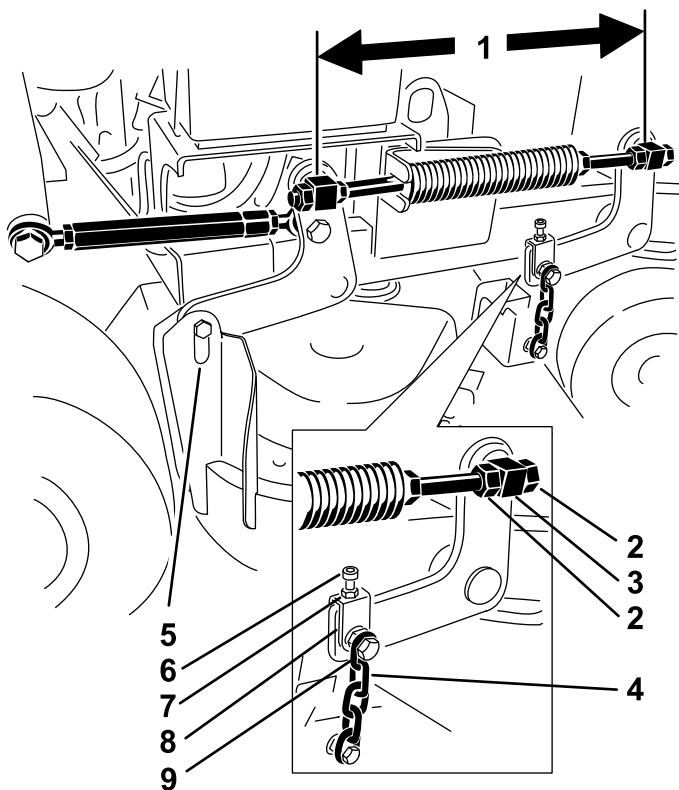

Figura 78
del otro (distancia entre centros) en cada varilla roscada (Figura 78).
2. Afloje las contratueras en el pivote **delantero** (Figura 78).
4. Apriete las contratueras en el pivote **delantero** (Figura 78).
- Afloje las contratuercas de los pivotes delanteros derecho e izquierdo (**Figura 78**).
- Apriete las contratuercas de los pivotes delanteros derecho e izquierdo (**Figura 78**).
- Afloje las contratuercas en el pivote delantero izquierdo (**Figura 78**).
- Apriete las contratuercas del pivote delantero izquierdo (**Figura 78**).
5. Afloje los pernos superiores de las cadenas (Figura 78).
6. Afloje las contratueras en cada horquilla (Figura 78).
8. Apriete las contratueras y los pernos superiores de las cadenas (Figura 78).